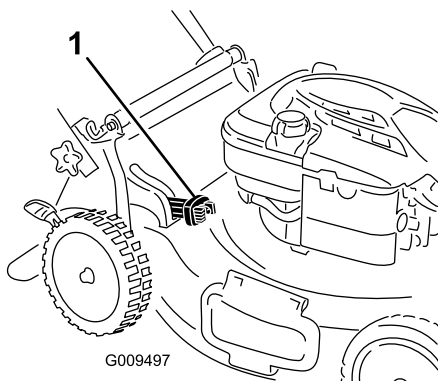

Figura 17
- **Per insaccare erba e sfalcio,** premete il pulsante sulla leva Bag-on-demand e spostatela in avanti fino a quando il pulsante sulla leva non si solleva di scatto (Figura 17).